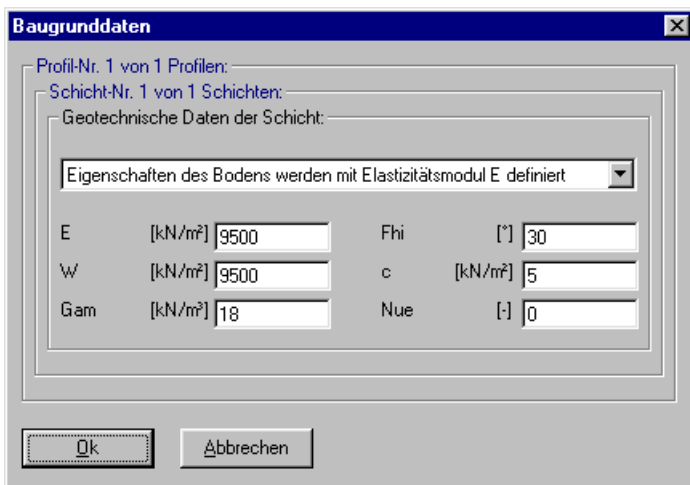

Bild 3-14 Dialoggruppenfeld "Geotechnische Daten der Schicht"
- Doppelklicken Sie auf geotechnische Daten der Schicht. Das entsprechende Dialogfeld (Bild 3-14) erscheint, um die geotechnischen Daten der Schicht zu modifizieren
- Im Dialoggruppenfeld "Geotechnische Daten der Schicht" im Bild 3-14 definieren Sie die geotechnischen Daten der Bodenschicht wie folgt: